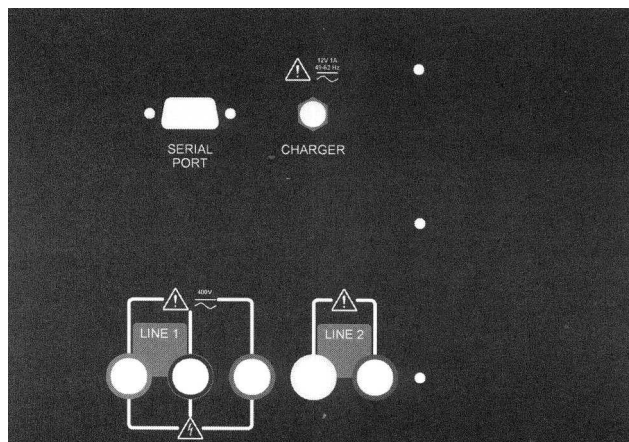

Figure 4 – Panneau arrière
Les connecteurs de câbles de test, le port série et la prise du chargeur sont en face arrière.(figure 4)
2.3 Description du panneau arrière (Fig. 4)